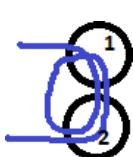
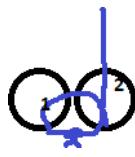
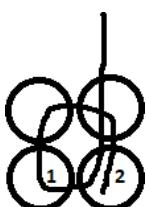

Рисунок 11. Закрепление начала плетения.
Рисунок 12. Начало плетения.
Рисунок 13. Плетение «пояска» в технике «ндебеле».
1. **Плетение цветка в технике «ндейбеле».** Плетение цветка выполнить мононитью 0,15 мм. Оплетение бусины «пояском»: набрать 2 бисерины фиолетового цвета и выполнить закрепочное плетение двух бисеринок, завязать узелок (рис.11.). Нить вывести через вторую бисерину вверх для плетения в технике «ндейбеле» (рис. 12). Набрать две бисерины, игла проходит через первую, вторую бисерину 1 ряда и выводим вверх через первую бисерину 2 ряда (см. рис.13).
Вывести иглу с мононитью через две бисерины первого ряда «пояска» (см. рис. 16). Эти две бисерины будут началом плетения лепестка в технике «ндебеле». Далее набираем две бисерины розового цвета и продолжаем плетение в технике «ндебеле» (см. рис. 13, 17). Сплести лепесток из 8 рядов. Вершину лепестка оформить одной бисериной, нить выводим через все бисерины вниз по лепестку (см. рис. 18). Завершить плетение лепестка: иглу выводим через две бисерины начала плетения (см. рис. 19). Иглу вывести через две следующие бисерины «пояска» по ходу плетения (см. рис. 20). Плетение лепестков продолжить аналогично описанию. Лепестков получится 10 штук.